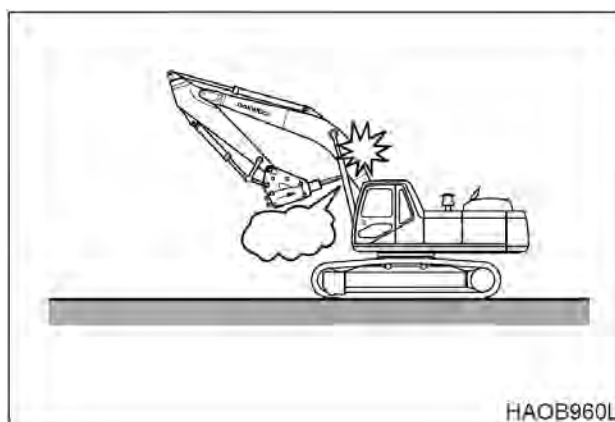

Рис. 77
9. НЕ убирать инструмент дробилки в стрелу или рукоять при движении или парковке экскаватора. См. рис. 77.